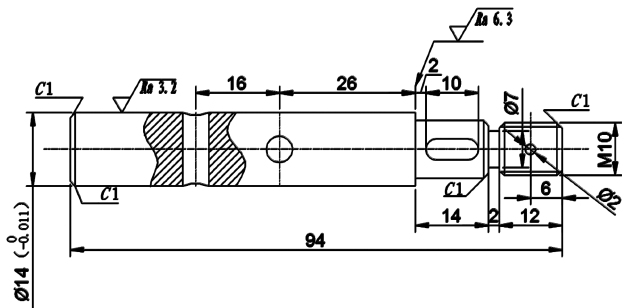

图 9-127 标注表面粗糙度
请输入表面粗糙度值 $<1.6>$: Ra3.2,  输入表面粗糙度的值“3.2”, 结果如图 9-127 所示
(3) 单击“默认”选项卡“绘图”面板中的“直线”按钮, 捕捉尺寸“26”右端尺寸界线的上端点, 绘制引线。
(4) 方法同前, 单击“插入”选项卡“块”面板中的“插入块”按钮, 插入“粗糙度”图块, 设置均同前。此时, 输入属性值为“Ra 6.3”, 结果如图 9-127 所示。